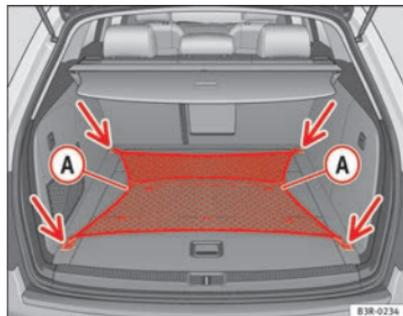

Fig. 118 Red para equipaje extendida
- Fije la red para equipaje a las cuatro argollas -flechas- ⇒ fig. 118.